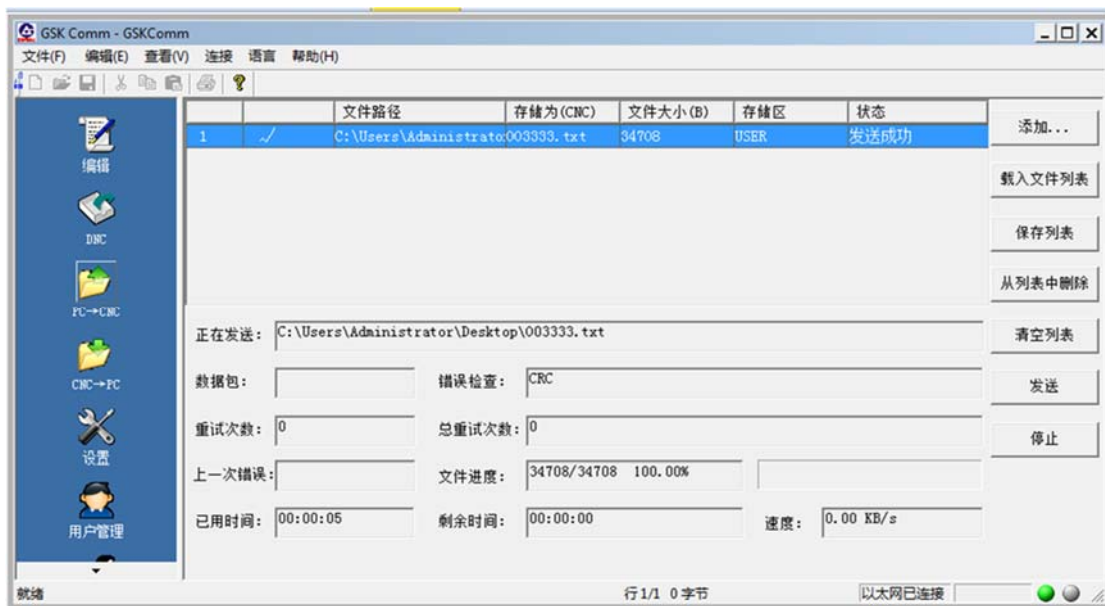

图 11-3-2-11
3、发送文件完成后，对话框状态栏显示“已发送”。如图11-3-2-12。